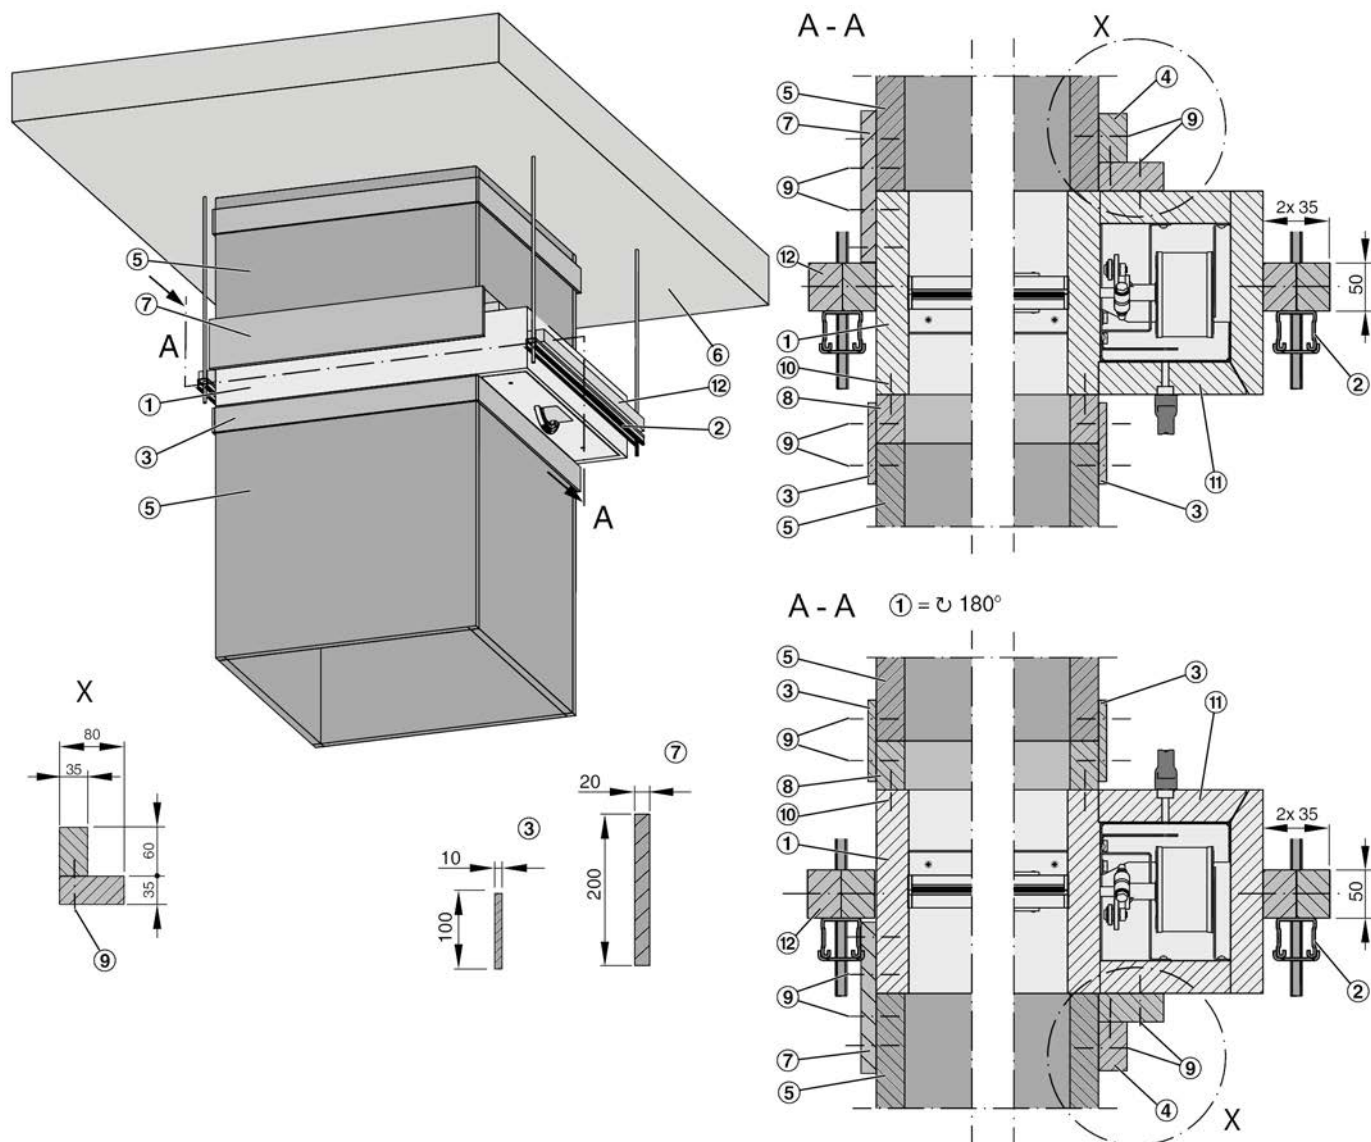

Fig. 30: Montasje i brannsikre vertikal røykavtrekkskanal, driftside på topp eller bunn (se krysseksjoner)
2. ▶ Fest en tilkoblingsunderramme (Fig. 30 /8) til røykavtrekkspjeldet på driftsiden.
3. ▶ Fest forsterkningsplaten (Fig. 30 /12) til røykavtrekkspjeldet.
5. ▶ Koble en vinkelseksjon (Fig. 30 /4) mellom aktuatorkapslingen på røykkontrollspjeldet og den brannsikre røykavtrekkskanalen. Lim skjøtene til hverandre og til kapslingen.
6. ▶ Hvis røykavtrekkskanalen og røykkontrollspjeldet ligger helt intill hverandre, kan spjeldet tilkobles med tilkoblingsstrips (Fig. 30 /3 og /7).